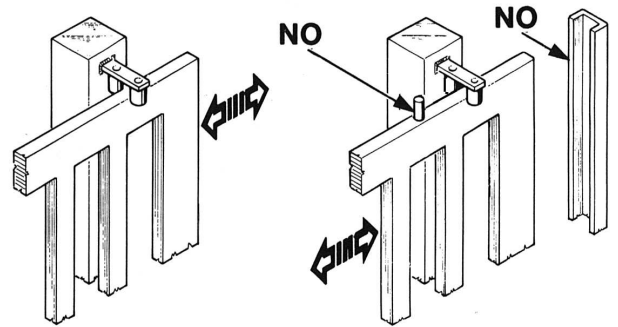

FIG. 3
Las columnas de la verja tienen que llevar en su parte superior unas guías anti-des carrilamiento (Fig. 3) para evitar desenganches involuntarios.
**N.B.:** Eliminar los topes mecánicos del tipo descrito en el Fig.3.